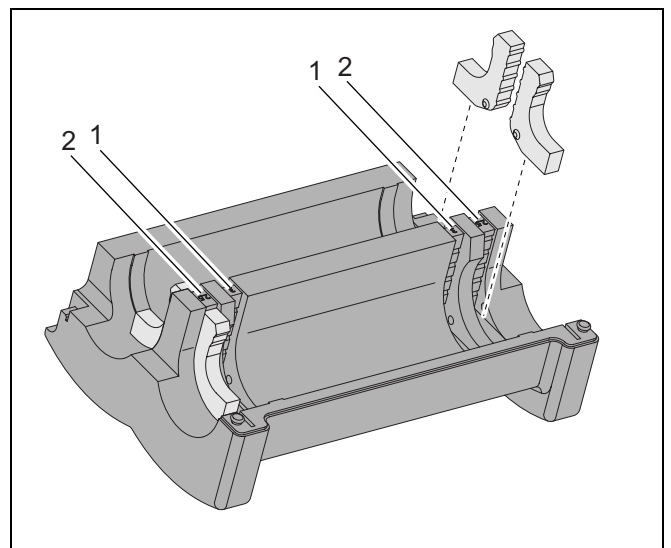

Bild 10 Insida blockdel
- Montera reduceringsfördelaren vid en 2½"- och 3"-fördelare i det yttre isoleringsblocket. Montera vid en 2½"-fördelarereduceringsfördelaren i de yttre hålen (bild 10, pos. 2). Montera vid 3"-fördelare reduceringsfördelaren i de inre hålen (bild 10, pos. 1).